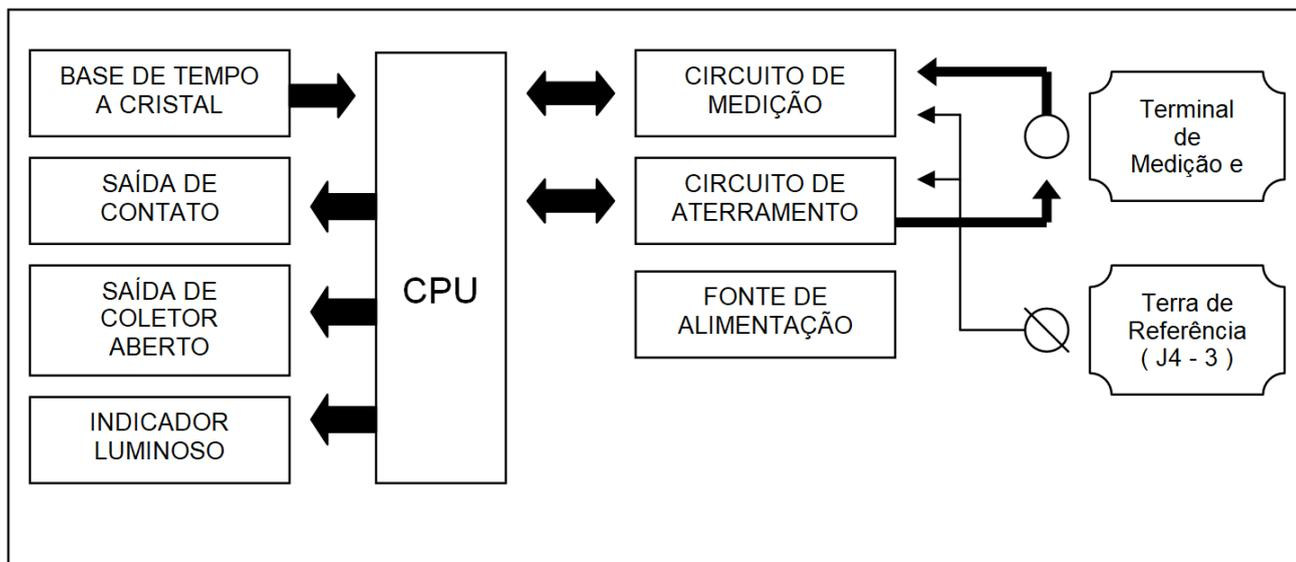

Figura 3.1 – Diagrama de Blocos do monitor de aterramento
- A figura 3.1, abaixo, ilustra os principais blocos, relevantes ao funcionamento do **Controlador de Aterramento**.